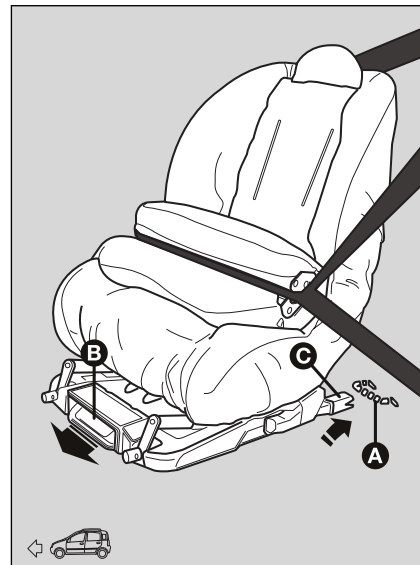

fig. 15
- ☐ assicurarsi che la leva di sgancio **B**-fig. 15 sia in posizione di riposo (rientrata);